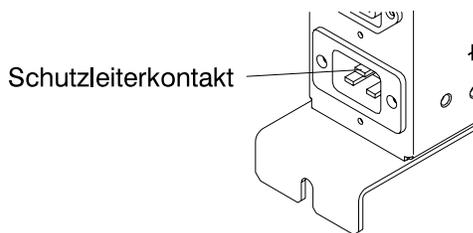

Figure 0-17. Schutzleiterkontakt des Wechselstromverteilerkastens der Erweiterung der Steuereinheit
- Prüfen, ob der elektrische Durchgang zwischen allen in der Erweiterung der Steuereinheit installierten Einheiten (Serviceprozessor, Netzknotenprozessor, Modem, optisches Plattenlaufwerk usw.) und dem Schutzleiterkontakt des Wechselstromverteilerkastens gewährleistet ist (siehe Figure 0-17).